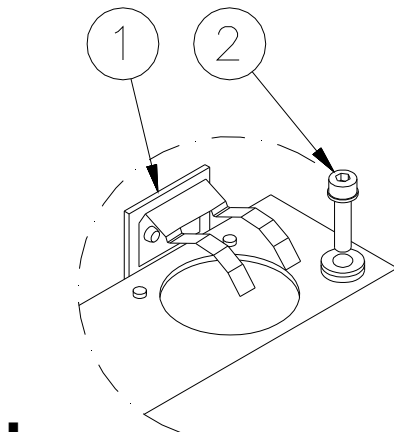

Figure 22 – Enlever la douille
- desserrer les trois vis TFHC M5x20 (Figure 22- n° 2) et enlever la douille (Figure 22 - n° 1)